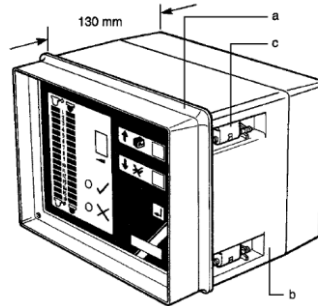

Fig. 5
7. Het achterste deel "f" kan nu bevestigd worden op een vlakke wand door middel van gepaste schroeven in de gaten "g" (fig.5).